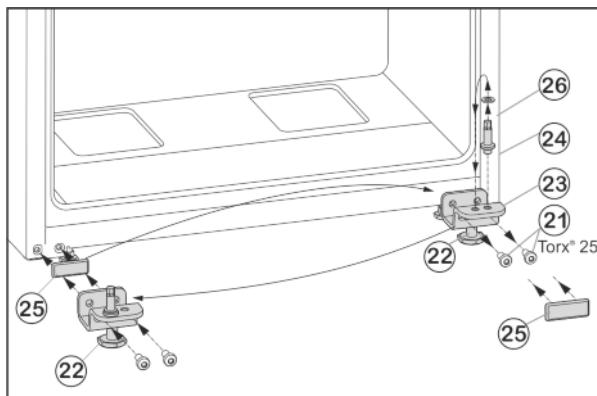

Fig. 7
- ▶ Odvijte pričvrsne vijke Fig. 7 (21).
- ▶ Skinite cijeli podložak ležaja dolje Fig. 7 (23) zajedno sa svornjakom ležaja Fig. 7 (24), pločicom Fig. 7 (26) i podesivom nožicom Fig. 7 (22).
- ▶ Potpuno odvijte svornjak ležaja Fig. 7 (24) zajedno s pločicom Fig. 7 (26), premjestite ga u suprotnu prihvatu rupu podloška ležaja i ponovo zavijte.
- ▶ Pažljivo skinite poklopac Fig. 7 (25) i premjestite ga na drugu stranu.
- ▶ Cijeli podložak ležaja dolje Fig. 7 (23) zajedno sa svornjakom ležaja Fig. 7 (24), pločicom Fig. 7 (26) i podesivom nožicom Fig. 7 (22) ponovno pričvrstite na novoj strani šarke, po potrebi uz pomoć odvijača na baterije (**s 4 Nm**).
- ▶ Stavite donja vrata odozgo na svornjak ležića Fig. 7 (24).
- ▶ Podložak ležaja u sredini (13) umetnite u donja vrata okrenut za 180° pa ga pričvrsnim vijcima (11) (2 puta Torx® 25) **pritegnite čvrsto (s 4 Nm)** na novu stranu šarki.
- ▶ Ponovo postavite plastičnu pločicu (10).
- Odvijte podesivu nožicu Fig. 7 (22) napodlošku ležaja dolje Fig. 7 (23) tako da se podupre o pod.